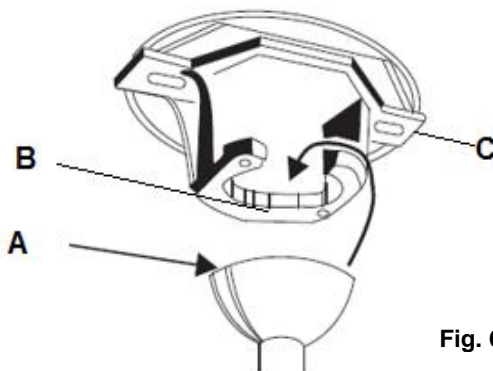

Fig. 6
Alce el conjunto del ventilador para colgarlo en el soporte de techo. Asegúrese de que la ranura de llave (A) de la bola de suspensión esté posicionada sobre la clavija de llave (B) del soporte de techo (C) para evitar la rotación del ventilador cuando esté funcionando. (Fig. 6)